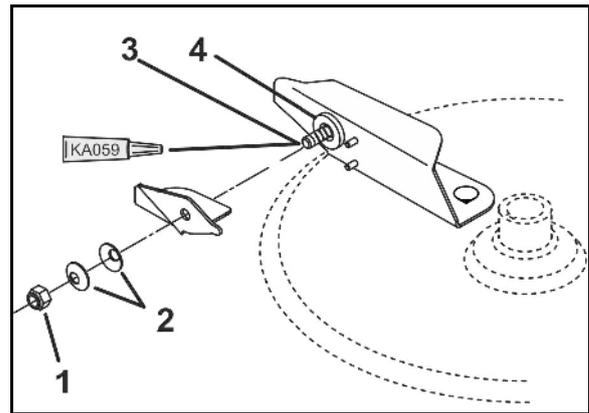

Fig. 102
- o le bord (Fig. 102/1) du clapet doit correspondre exactement au coin inférieur (Fig. 102/2) de l'ouverture,